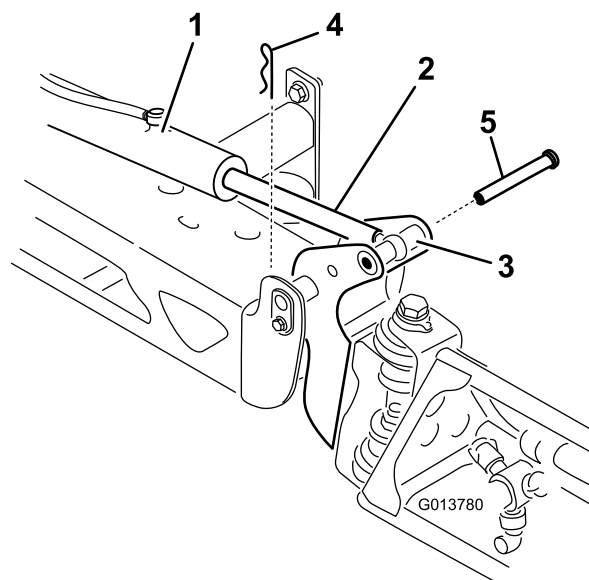

Figure 58
3. Élevez la rampe et retirez l'axe (Figure 58), puis abaissez lentement la rampe au sol.
2. Retirez la goupille fendue de l'axe de pivotement (Figure 58).
9. Tout en maintenant la rampe, insérez l'axe dans le pivot de rampe et la tige de vérin (Figure 58).